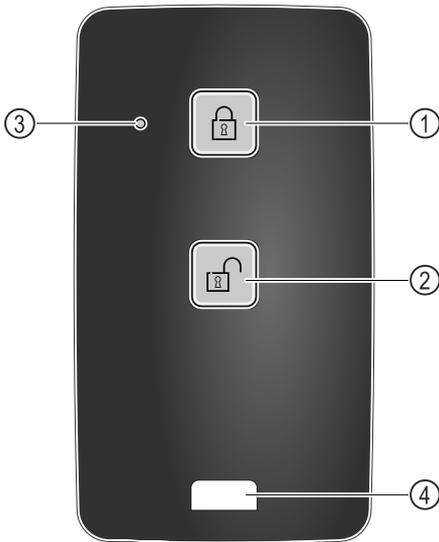

Fig. 219
- (1) Verrouiller la serrure (3) LED d'état
- (2) Déverrouiller la serrure (4) Cœillet de fixation
- ▶ Appuyer sur la touche Fig. 219 (1) de la télécommande.
- ▶ Appuyer sur la touche Fig. 219 (2) de la télécommande.
- ▶ La LED d'état Fig. 219 (3) émet un signal visuel lorsqu'on appuie sur une touche.
- ▶ Cœillet Fig. 219 (4) pour attacher la télécommande, par exemple à un trousseau de clés.